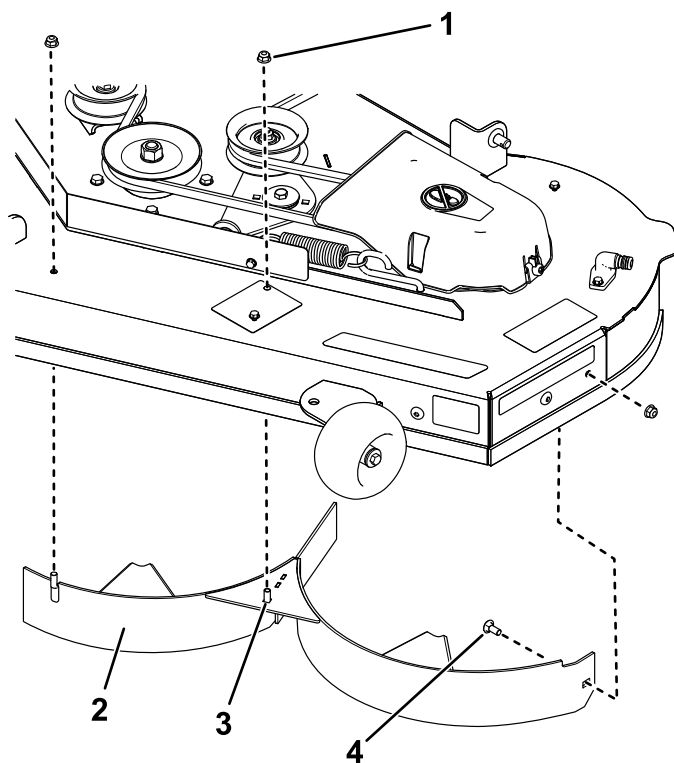

Figure 14
- Déposez les 2 contre-écrous (5/16") des montants soudés du déflecteur gauche (Figure 14).
- Retirez le boulon de carrosserie et le contre-écrou qui fixent le déflecteur gauche au plateau, puis déposez le déflecteur (Figure 14).
- Localisez les 2 boulons dans les pièces détachées et insérez-les, avec les contre-écrous existants, dans les trous du plateau de coupe (voir Figure 14) pour éviter la projection de débris.